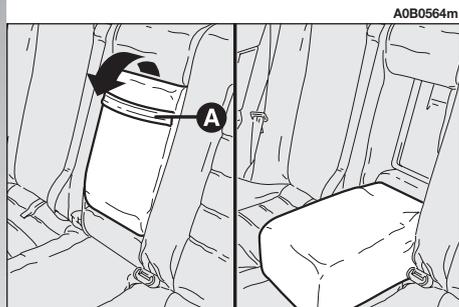

Abb. 7
Für Benutzung muss die Armstütze heruntergeklappt werden, wie in (Abb. 7) gezeigt, und zwar am Griff (A).